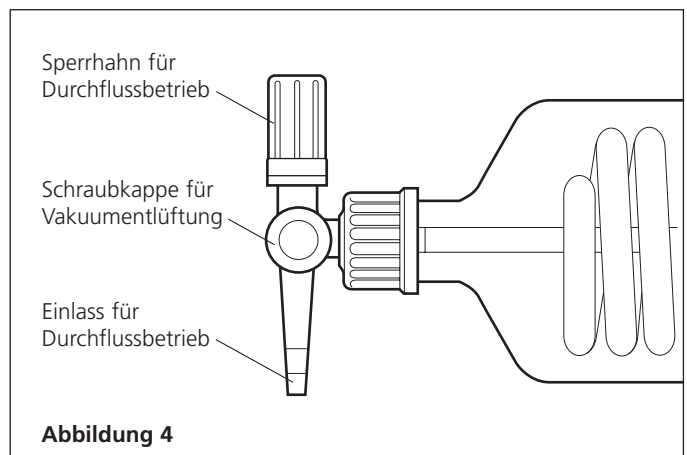

Abbildung 4
11. Den Auffangkolben (5) in Stellung halten und mit der Rundklammer (7) befestigen.
12. Den Rotationskolben (4) auf das Ende des Brüdenrohrs aufsetzen und mit der Schliffklammer (2) befestigen.
13. Die graue Kunststoffkappe vom dünnen Ende des Kühlers entfernen und auf den Vakuum-Zuführungs-/Entlüftungsadapter (3) aufschrauben (siehe Abb.4).
14. Den PTFE-Schlauch durch den Kühler und das Brüdenrohr führen, so dass sich das Schlauchende im Rotationskolben befindet. Bei den Modellen RE301 und RE302 muss der PTFE-Schlauch u. U. gekürzt werden, damit er in die Florentiner Flasche passt (siehe Abb.4).
- a) Den Rotationskolben (4) vom Brüdenrohr (8) abnehmen und mit der zu verdampfenden Flüssigkeit auffüllen. Der Kolben darf niemals mehr als zur Hälfte gefüllt werden. Den Kolben mit der Klemme (2) auf dem konischen Anschluss befestigen.
- b) Den Zufuhr-/Entlüftungsadapter kontrollieren (3) und darauf achten, dass sowohl der Absperrhahn, als auch die Schraubkappe zur Vakuumentlüftung verschlossen sind (siehe Abb. 4).